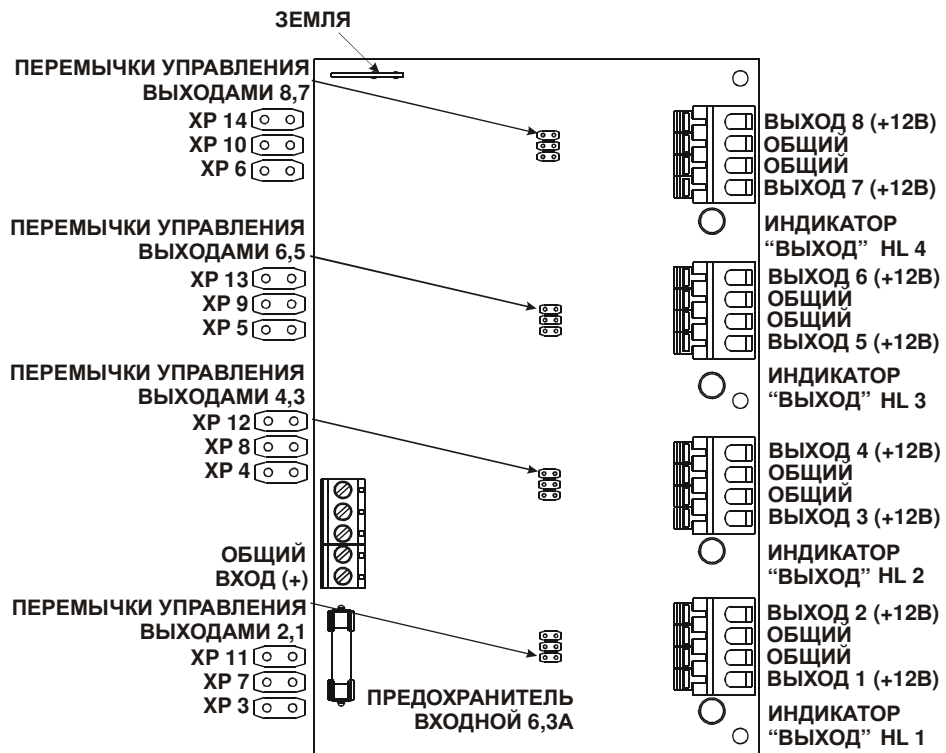

РИС.2
- подключить подводящие провода нагрузок к клеммам «ВЫХОД», «ОБЩИЙ» плат преобразователей, минусовой провод – к клемме «ОБЩИЙ», плюсовой – к клемме «ВЫХОД» (см. рис.2 Приложения А);